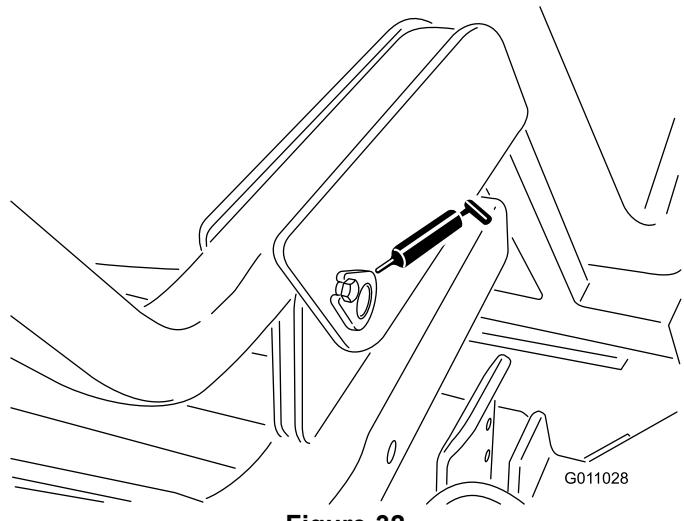

Figure 32
- Pivot de bac (inférieur) (2) (Figure 32).